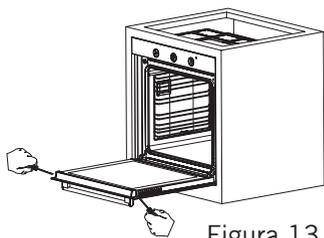
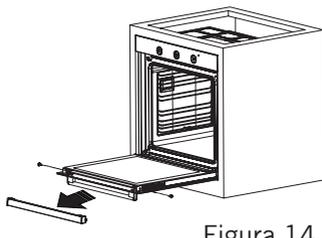
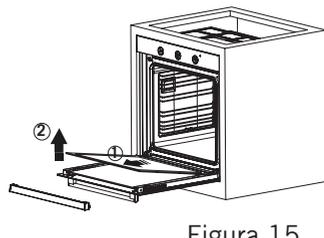

Figura 13
Figura 14
Figura 15
2. Remover os parafusos nos lados esquerdo e direito conforme mostrado na Figura 13. Remover o perfil puxando o mesmo em direção a si conforme mostrado na Figura 14. O vidro ficará solto depois de o perfil ser removido conforme mostrado na Figura 15. Puxar cuidadosamente o vidro que fica solto em direção a si. Se necessário, o vidro intermédio pode igualmente ser removido da mesma forma. O vidro exterior é fixado ao perfil da porta do forno. Pode facilmente limpar o vidro assim que o mesmo ficar solto. Depois de limpos e de depois de feita a manutenção, pode substituir os vidros e o perfil realizando o procedimento de remoção na ordem inversa. Assegurar que o vidro é colocado na direção correta e que o perfil está corretamente assente.